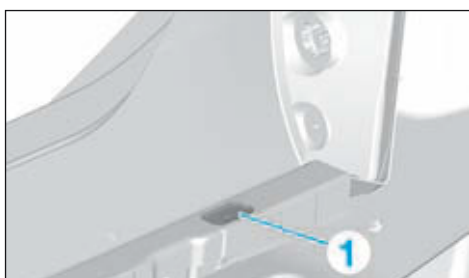

FIG.96
- Dégrafer l'obturateur (1) (Fig.96).